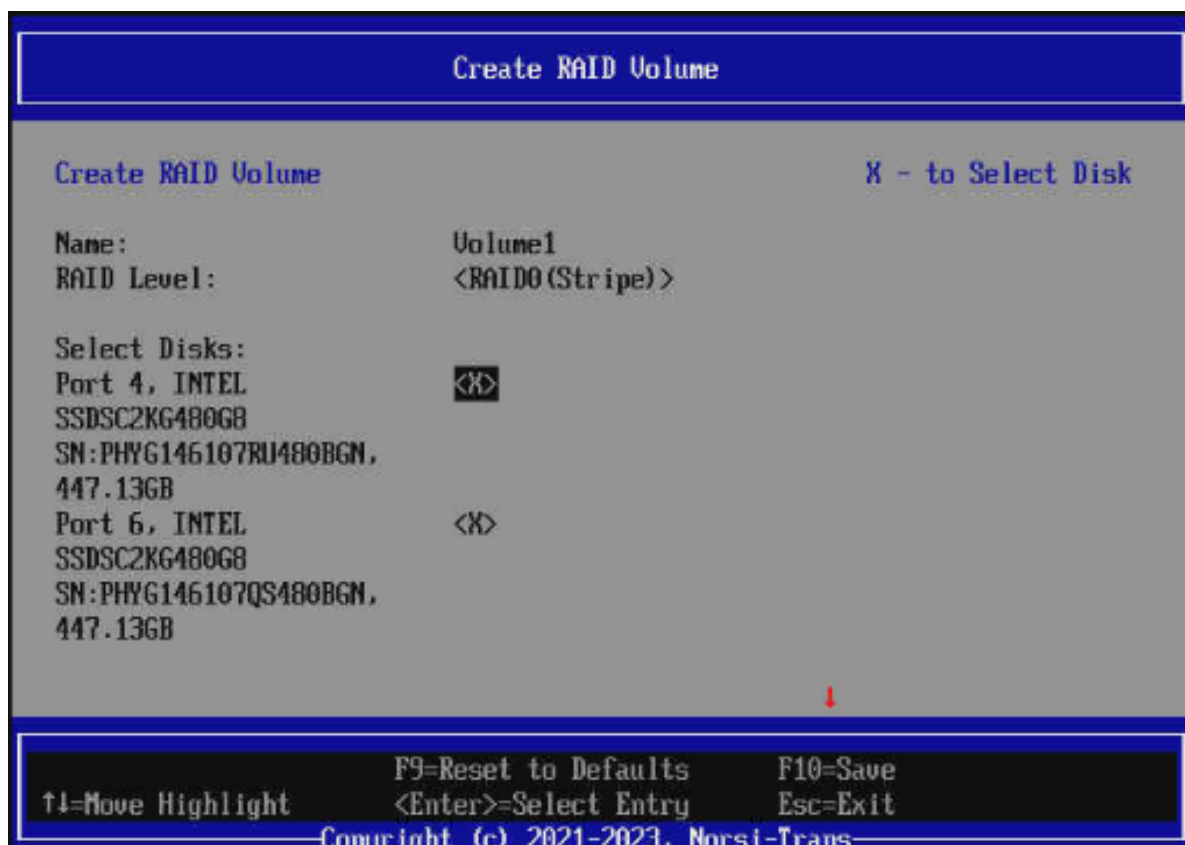

Рис. 83. Меню Create RAID Volume
7) Выбираем нужные HDD для массива. Окно показано на рис. 83 Меню Create RAID Volume